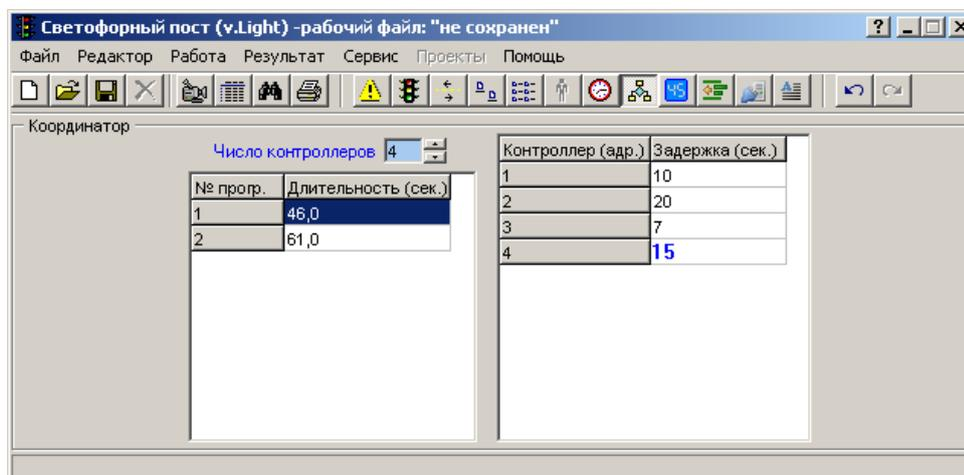

Рис. 5
2) Затем выбрать пункт меню «Работа/Координатор» и задать задержку включения программ суточного графика программы для каждого контроллера в магистрали (рис. 5)
4) Для того, чтобы контроллеры синхронно работали на магистрали в режиме «зеленой волны» необходимо, чтобы цикл (т.е. длительность) программы на контроллерах была одинаковой. Например, на рис. 5 видно, что длительность программы 1 на «ведущем» контроллере составляет 46 сек., а программы 2 – 61 сек. Поэтому, на всех «ведомых» контроллерах в сети длительности программы 1 и 2 тоже должны быть равны 46 и 61 сек.